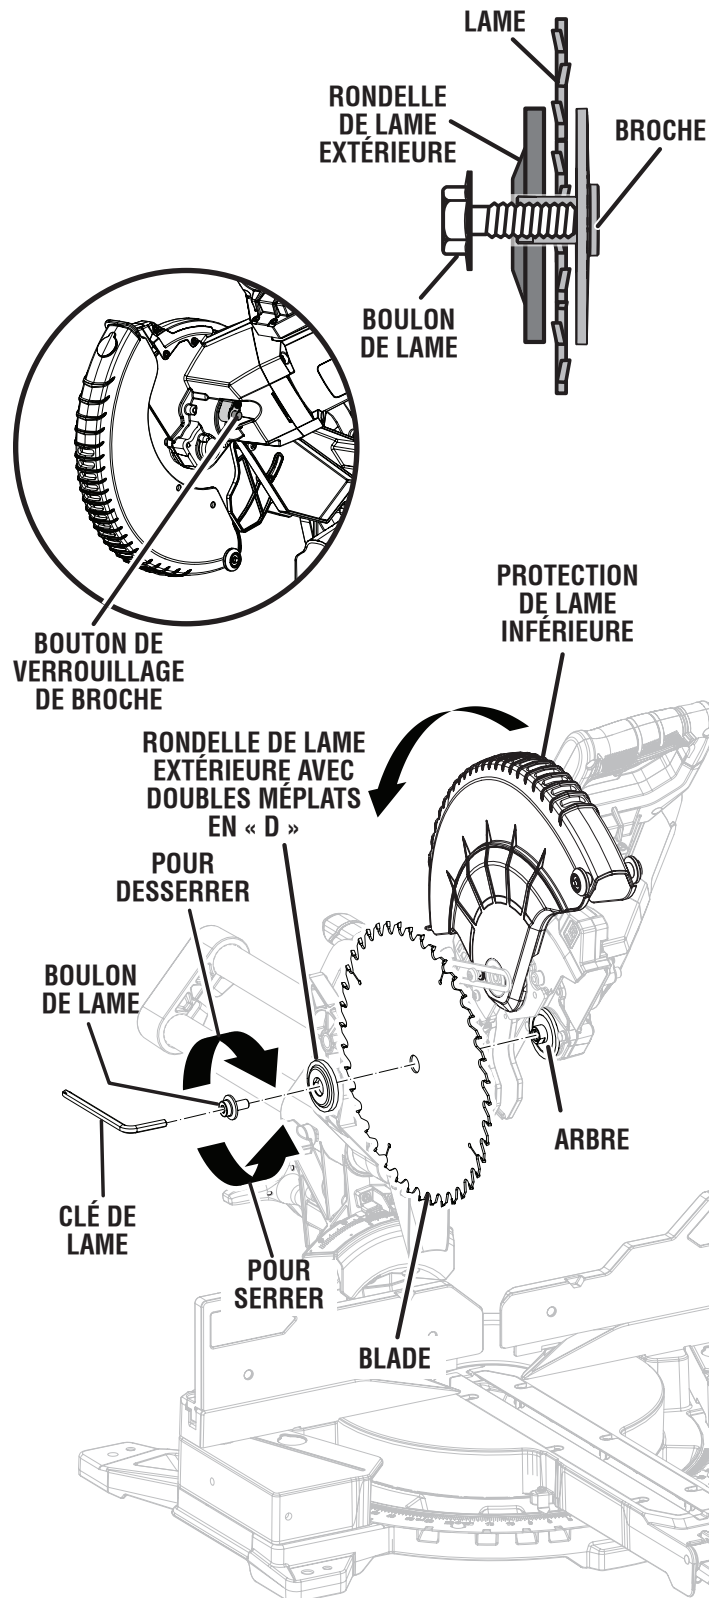

Fig. 14
Voir la figure 14.
- Insérer la lame de la scie à l'intérieur du protège-lame supérieur ainsi que sur l'arbre et contre la rondelle de lame intérieure. Les dents doivent être orientées vers le bas à l'avant de la lame, comme le montre la figure 14.